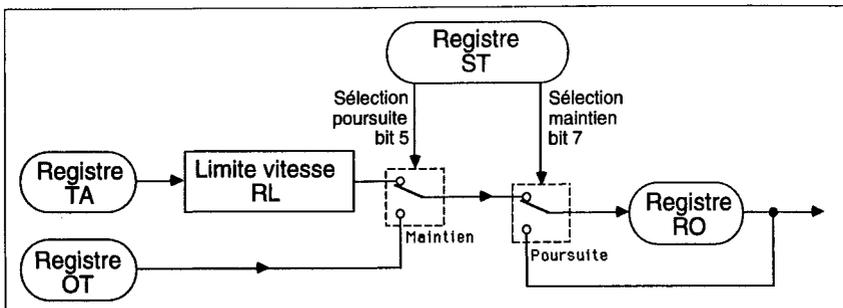

Figure 5.32 Schéma du bloc Ramp
Voir figure 5.32. Le bloc RAMP produit un signal de rampe en utilisant RL pour contrôler la vitesse de changement de la sortie analogique RO, à mesure qu'elle se rapproche de TA, l'entrée de la valeur à atteindre. Les entrées logiques (et également les deux bits de ST) permettent de sélectionner Poursuite (OT) ou Maintien pour le bloc. Une sortie logique signale la situation « valeur atteinte » (RO = TA).